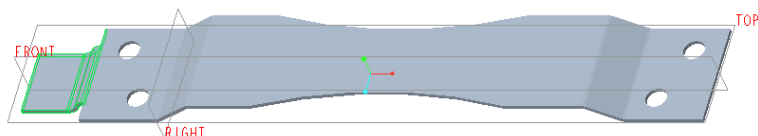

图 6-162 创建用户定义的法兰壁
(6) 在“凸缘”选项卡中选择 (从链端点以指定值在第一方向上修剪或延伸) 选项, 输入第一方向的长度值为“-3”, 按〈Enter〉键确认; 接着选择 (从链端点以指定值在第二方向上修剪或延伸) 选项, 输入第二方向的长度值为“-3”, 按〈Enter〉键确认。
(7) 在“凸缘”选项卡中单击 (完成) 按钮, 创建的该法兰壁如图 6-162 所示。